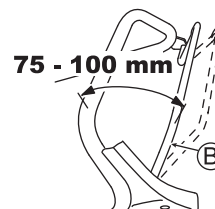

Fig. 26
Régalez de telle façon que la machine fonctionne (l'embrayage s'engage) lorsque la distance entre le Levier d'embrayage (B) et la poignée est de 75 - 100 mm ainsi qu'illustré dans la Fig. 26.